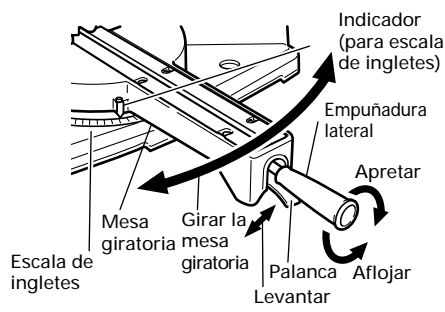
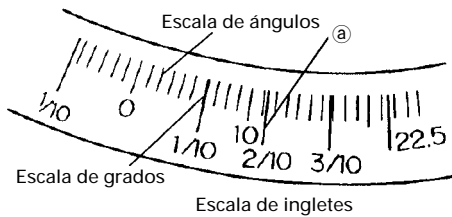

Fig. 30
Fig. 31
- (1) Afloje la empuñadura lateral y tire hacia arriba de la palanca para los topes de ángulo. Luego, ajuste la mesa giratoria hasta que el indicador se alinee con el ajuste deseado de la escala de ángulos de inglete (Fig. 30).
- (2) Vuelva a apretar la empuñadura lateral para asegurar la mesa giratoria en la posición deseada.
- (3) La escala de ingletes (Fig. 31) indica tanto el ángulo de corte de la escala de ángulos como el gradiente en la escala de ángulos.
- (4) El gradiente, que es la proporción de la altura hasta la base de la sección triangular a extraerse, puede utilizarse para el ajuste de la escala de ingletes en vez del ángulo de corte, si así se desea (consulte la Fig. 31).
- (5) Por lo tanto, para cortar una pieza de trabajo con un grado de  $2/10$ , ajuste el indicador a la posición  $\textcircled{a}$  como se indica en la Fig. 31.